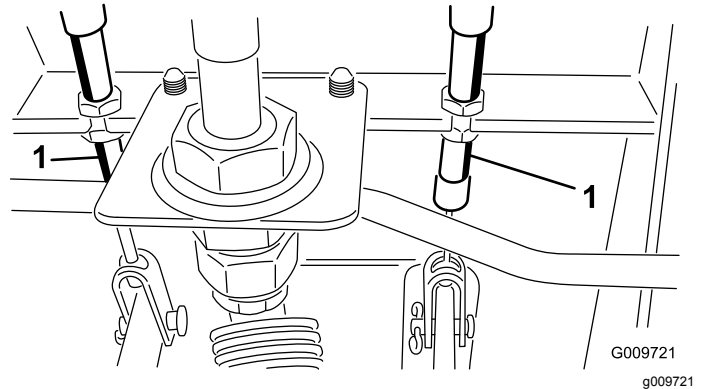

Figura 99
- A. Afloje la tuerca delantera del extremo roscado del cable de freno (Figura 99).